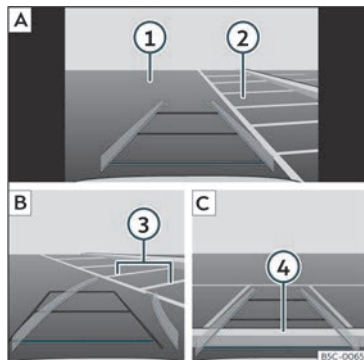

Fig. 177 Visualización na pantalla do sistema de infotainment: aparcar co asistente de marcha atrás.
Lenda da **fig. 177**:
- Coloque o vehículo diante do espazo de aparcamento»» fig. 177 ②  .
- Retroceda xirando o volante de xeito que as liñas amarelas entren no espazo de aparcamento. As liñas verdes e amarelas deben coincidir coas liñas de delimitación laterais ③  .
- Deteña o vehículo cando a liña vermella chegue á delimitación traseira ④  .